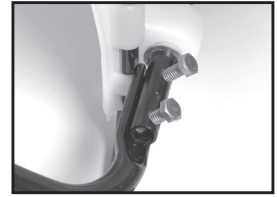
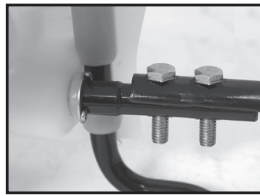

Figure 3
Figure 5
La poignée de pompe s'installe à l'une ou l'autre extrémité de l'arbre de la pompe (A). Pour installer la poignée de pompe, placez la poignée (C) sur l'arbre (A) en alignant le trou de la poignée de pompe et le trou de l'arbre. Glissez le boulon (B) à travers des trous vis-à-vis, comme montré aux figures 3. Serrez l'écrou (D) au boulon. Il y a des trous dans la poignée de la pompe pour permettre un montage de gaucher (fig. 2-4) ou droitier (fig. 5).